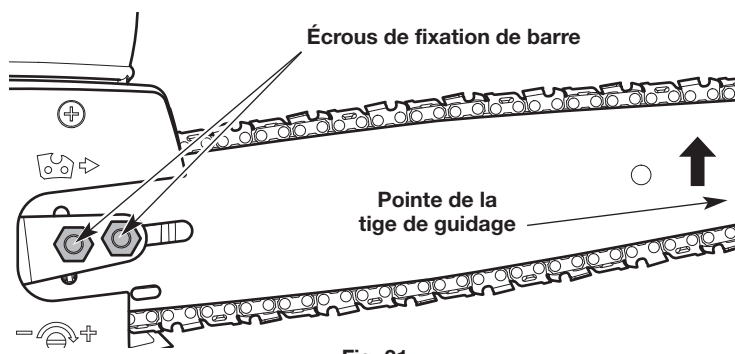

Fig. 31
1. Utiliser une clé de 7/16 po (11 mm) pour desserrer légèrement les écrous qui retiennent le guide-chaîne en place (Fig. 31). **Ne PAS** enlever les boulons qui retiennent le guide-chaîne.